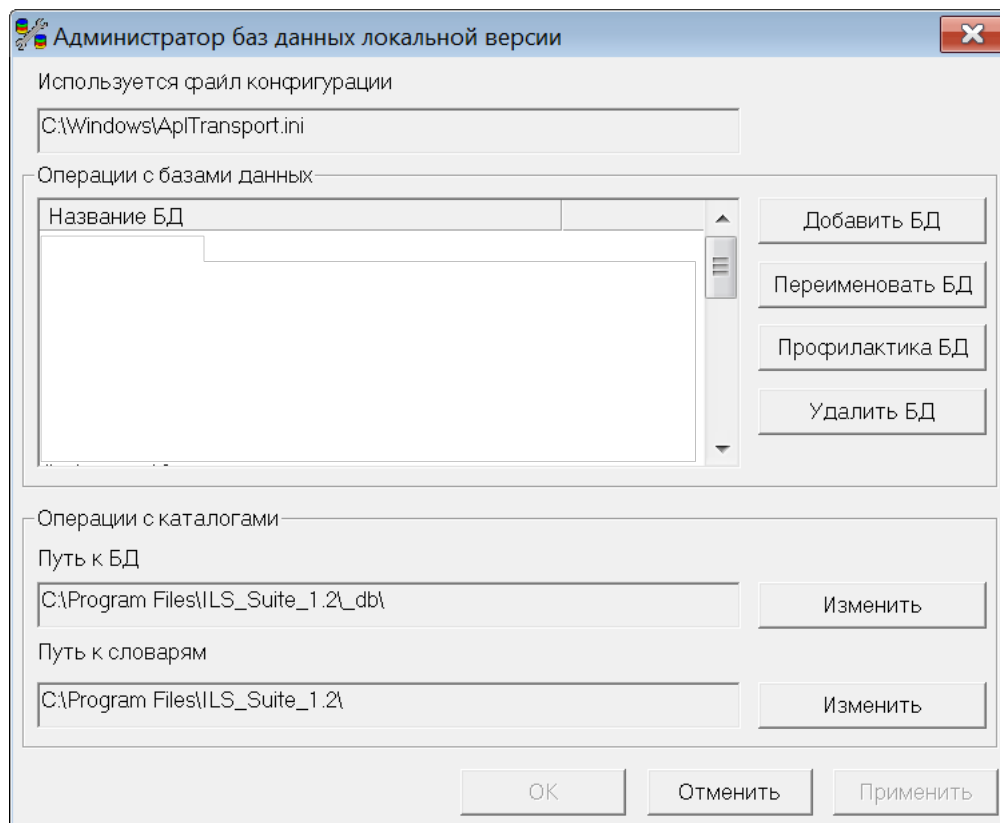

Рис. 4-2 – Окно «Администратор баз данных локальной версии»
- 2) В открывшемся окне нажать кнопку «Добавить БД» (рис. 4-2).